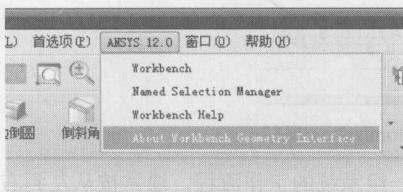

图 1-4 从 CAD 系统启动 Workbench
- 直接从 CAD 系统进入 Workbench 中，如图 1-4 所示就是从 UGNX 中启动。